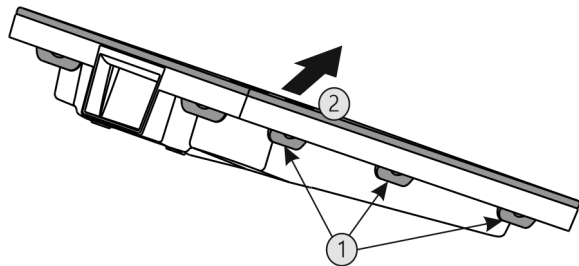

Fig. 49
- ▶ Postupne stlačte všetky spony Fig. 49 (1) a odoberte kryt Fig. 49 (2).